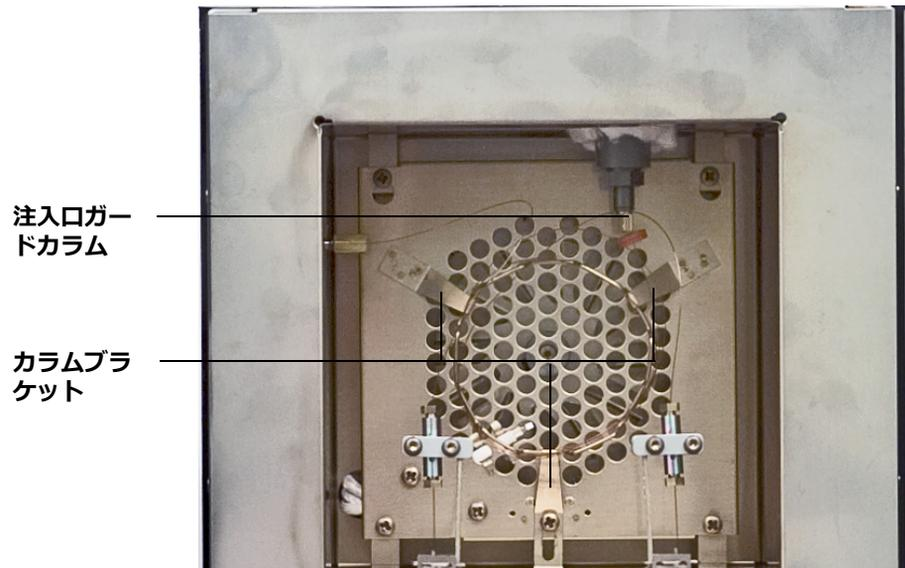

図7 カラムブラケット
- 11 3つのカラムブラケットの周囲に、ガードカラムを時計回りに慎重に巻きます。図 7 を参照してください。
- 10 3 つのカラムブラケットの周囲に、ガードカラムを時計回りに慎重に巻きます。図 7 を参照してください。